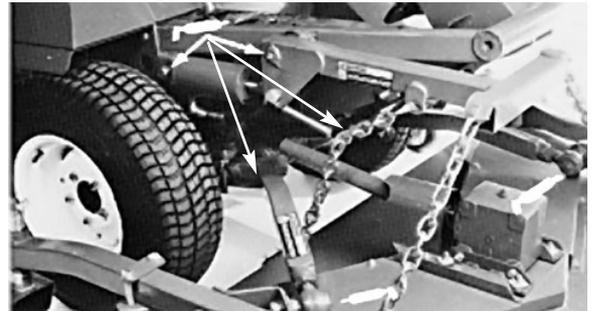

Bild 15
1. Fetten Sie die folgenden Lager und Buchsen der Zugmaschine ein: Zapfwelle und Jochs (3) (Bild 15); Hubgestänge (Bild 15); Schubarm-Kugelgelenke rechts und links (Bild 15); Schubgestängebuchsen (Bild 16); Zapfwellen-